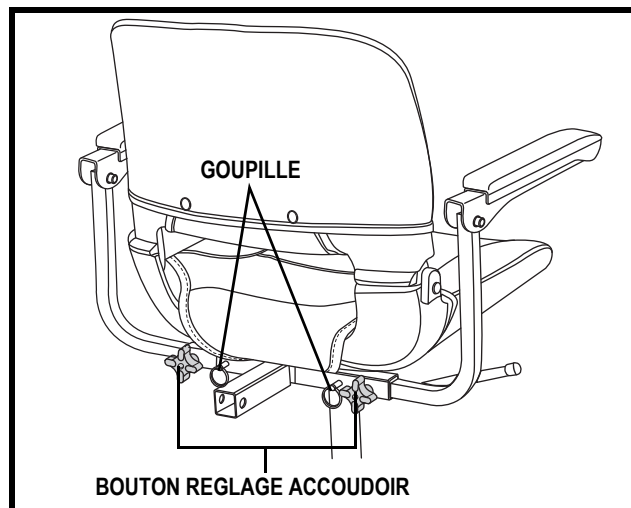

Figure 19. Réglage du siège
1. Desserrez les boutons de réglage. **Voir la figure 19.**